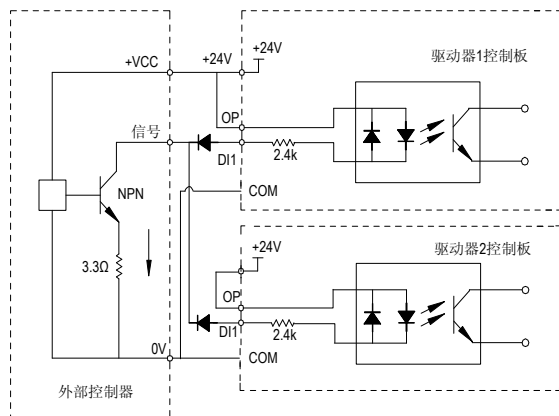

图3-17 多台伺服驱动器DI端子并接漏型接线方式
- 此种接线方式下，不同伺服驱动器的DI端子不能并接使用，否则可能引起DI的误动作；若需DI端子并接（不同伺服驱动器之间），则需在DI端子处串接二极管（阳极接DI）使用，二极管需满足： $IF > 10\text{mA}$ 、 $UF < 1\text{V}$ ，如图3-17。